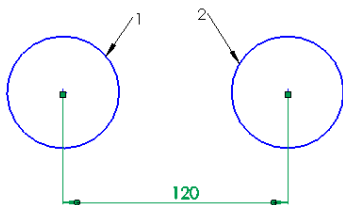
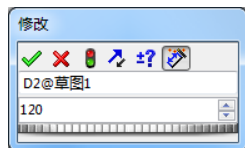

图 2-81 标注的尺寸
图 2-82 “修改”对话框
【例 2-35】以如图 2-81 所示图形为例,说明标注线性尺寸的操作步骤如下:
**03** 设置标注位置。移动光标到要放置尺寸的位置,然后单击,此时系统出现如图 2-82 所示的“修改”对话框。在其中输入要标注的尺寸值后按 Enter 键,或者单击“修改”对话框中的“确定”图标按钮,此时视图如图 2-81 所示,并在左侧出现“尺寸”属性管理器。